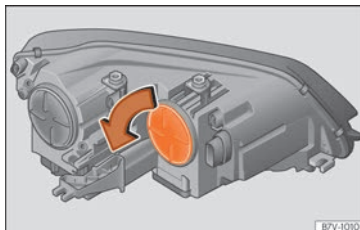

Fig. 64 Dans le compartiment-moteur : cache du clignotant.
① Clignotant
- Tournez le cache » fig. 64 dans le sens de la flèche et retirez-le.
- Tournez le cache » **fig. 64** jusqu'en butée dans le sens contraire à celui de la flèche.
② Feu de virage
- Tournez le cache » **fig. 64** dans le sens de la flèche et retirez-le.